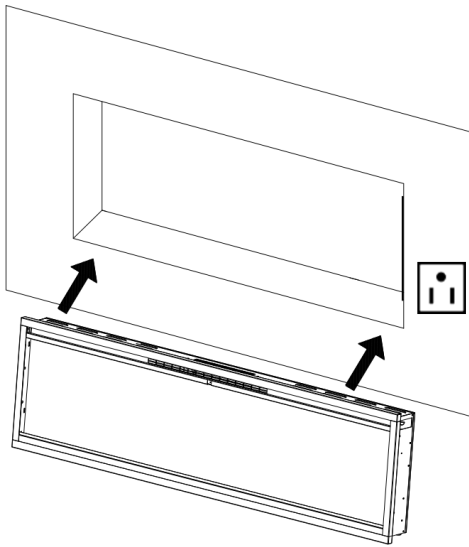

Fig. 2-1
2. Heben Sie den Kamin von zwei Erwachsenen an, setzen Sie ihn in den Rohbaurahmen ein und befestigen Sie ihn mit zwei Holzschrauben (B) durch die Löcher (Abb. 2-1 und 2-2).